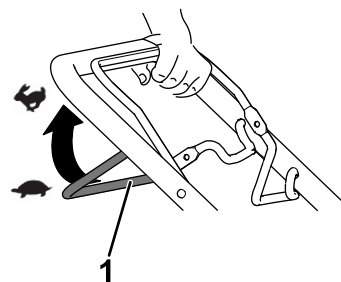

Figura 14
- **Para activar la autopropulsión:** apriete la barra de autopropulsión contra el manillar y manténgala en esa posición (Figura 14).